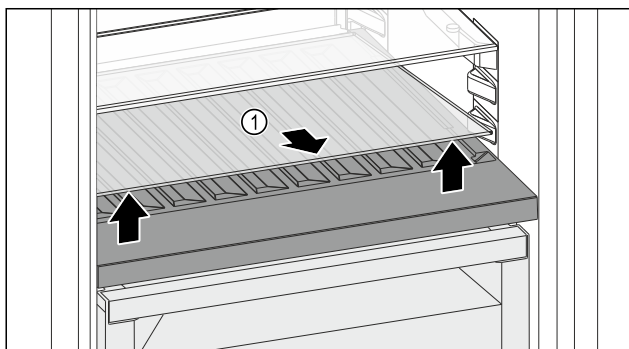

Fig. 142
- ▶ 抬起前部槽上的玻璃隔板 Fig. 142 (1) 并取出。
- ▶ 将玻璃隔板 Fig. 142 (1) 稳妥地放在冰箱外。